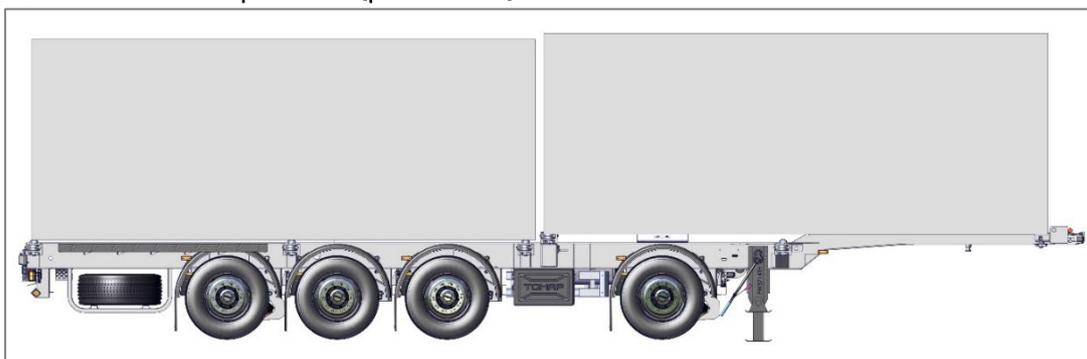

Рис. 41.1. Два контейнера 20"
2. Два контейнера 20" (рис. 41.1)